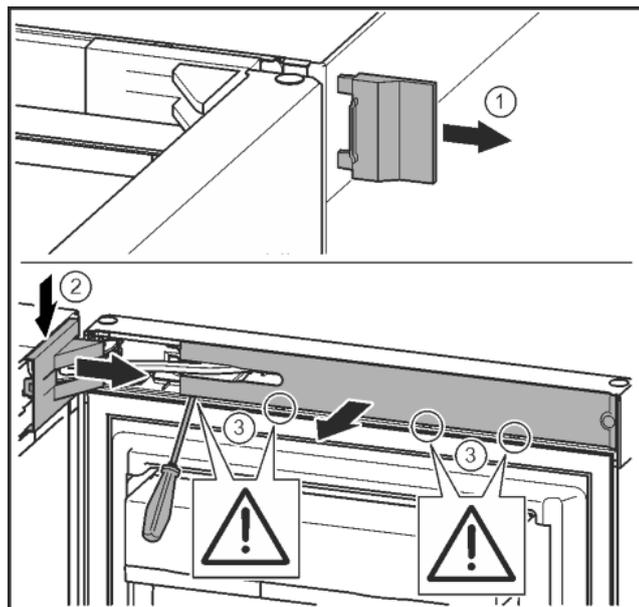

Fig. 8
- ▶ Снять внешнюю крышку. Fig. 8 (1)
- ▶ При помощи отвертки освободить крышку опорного кронштейна и отсоединить. Снять крышку опорного кронштейна. Fig. 8 (2)
- ▶ Шлицевой отверткой вывести накладку из зацепления и отвести в сторону. Fig. 8 (3)